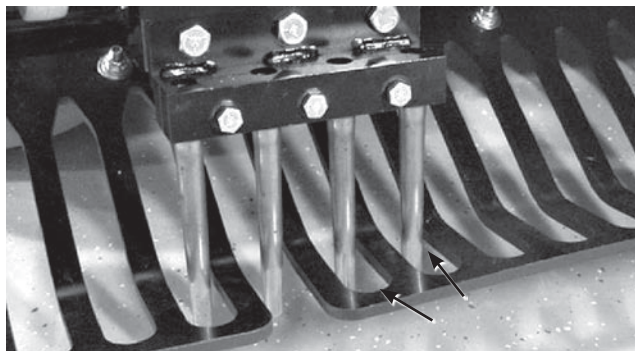

図27
6. 全部のタインが、ターフ・ガードの隙間の中心に整列している (図27) ことを確認する。必要に応じてターフ・ガードの位置を調整し、ナットで固定する。